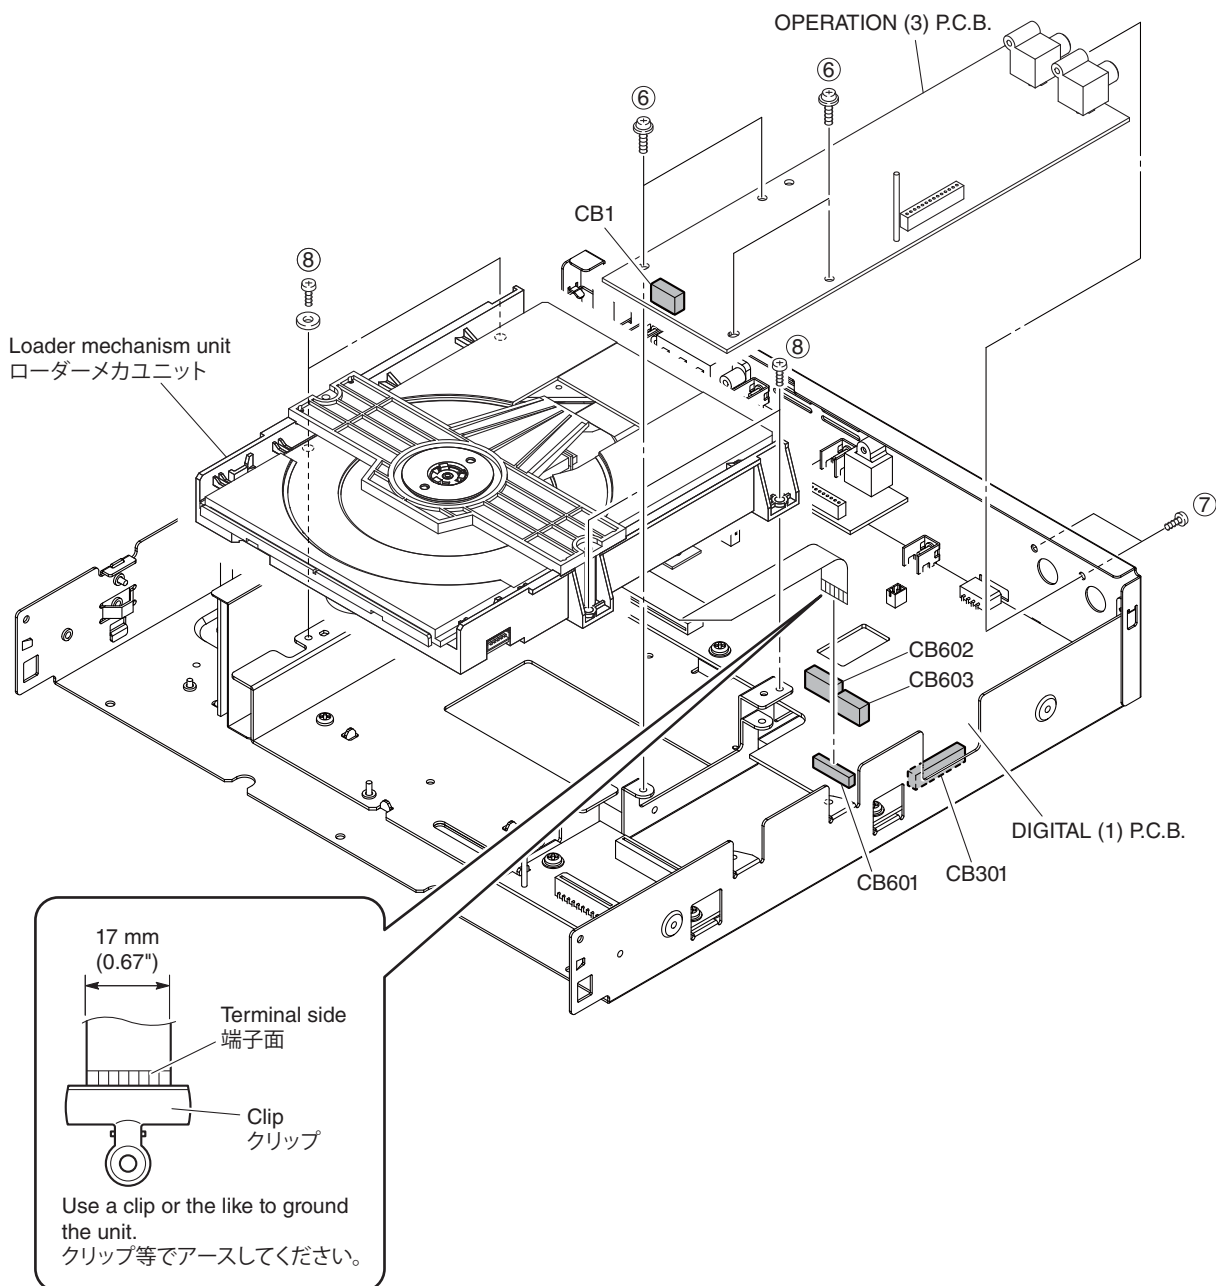

Fig. 2
- Remove 4 screws (⑥) and 2 screws (⑦). (Fig. 2)
- Remove CB1. (Fig. 2)
- Pull up the OPERATION (3) P.C.B.. (Fig. 2)
- Remove CB301. (Fig. 2)
- Remove 4 screws (⑧). (Fig. 2)
- Remove CB602 and CB603. (Fig. 2)
- Remove CB601 and ground the terminal face of the flexible flat cable with a clip or the like. (Fig. 2)
- Remove the loader mechanism unit. (Fig. 2)
- ⑥のネジ 4 本、⑦のネジ 2 本を外します。(Fig. 2)
- CB1 を外します。(Fig. 2)
- OPERATION (3) P.C.B. を持ち上げます。(Fig. 2)
- CB301 を外します。(Fig. 2)
- ⑧のネジ 4 本を外します。(Fig. 2)
- CB602、CB603 を外します。(Fig. 2)
- CB601 を外し、カード電線の端子面をクリップ等でアースします。(Fig. 2)
- ローダーメカユニットを取り外します。(Fig. 2)